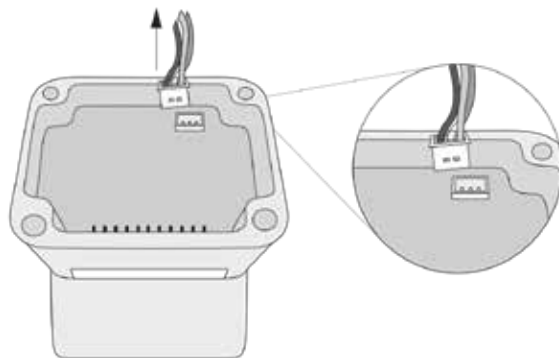

Fig. 07
4. Débrancher le connecteur mâle relié à la pile. Faire attention de ne pas exercer une force excessive afin de ne pas endommager le connecteur fixe (fig. 07).